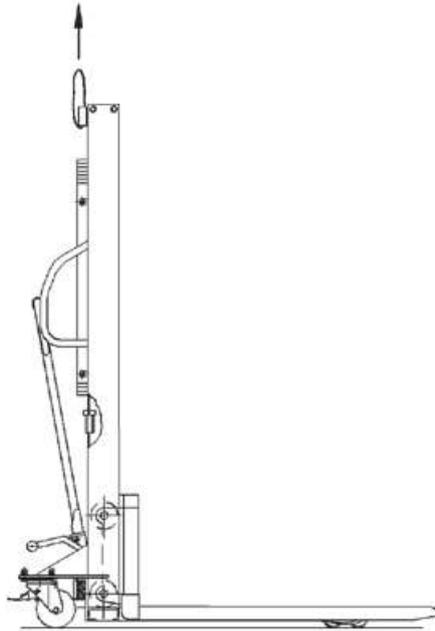

Figura 2 Diagrama de elevação do Caminhão
6. A correção da posição de lingagem está indicada na figura 2.